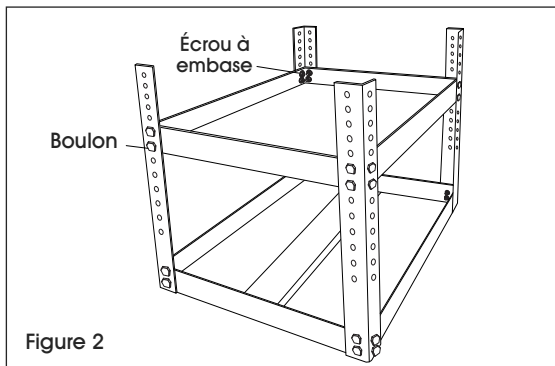

Figure 2
4. Installez la tablette inférieure entre les pieds et fixez-la avec quatre boulons et quatre écrous à embase sur chaque pied. Ne serrez pas. (Voir Figure 2)